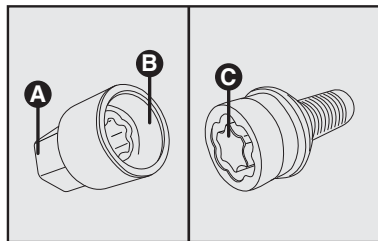

fig. 5
- Retirar da bolsa de ferramentas a chave soquete (ou em local opcional no veículo) **fig. 5**, que destrava o mecanismo antifurto.
- O destravamento da roda deve ser realizado encaixando a extremidade **B** da chave soquete **fig. 5** no encaixe **C** do parafuso especial de retenção da roda. Na extremidade **A** deve ser encaixada a chave de roda fornecida com o veículo.